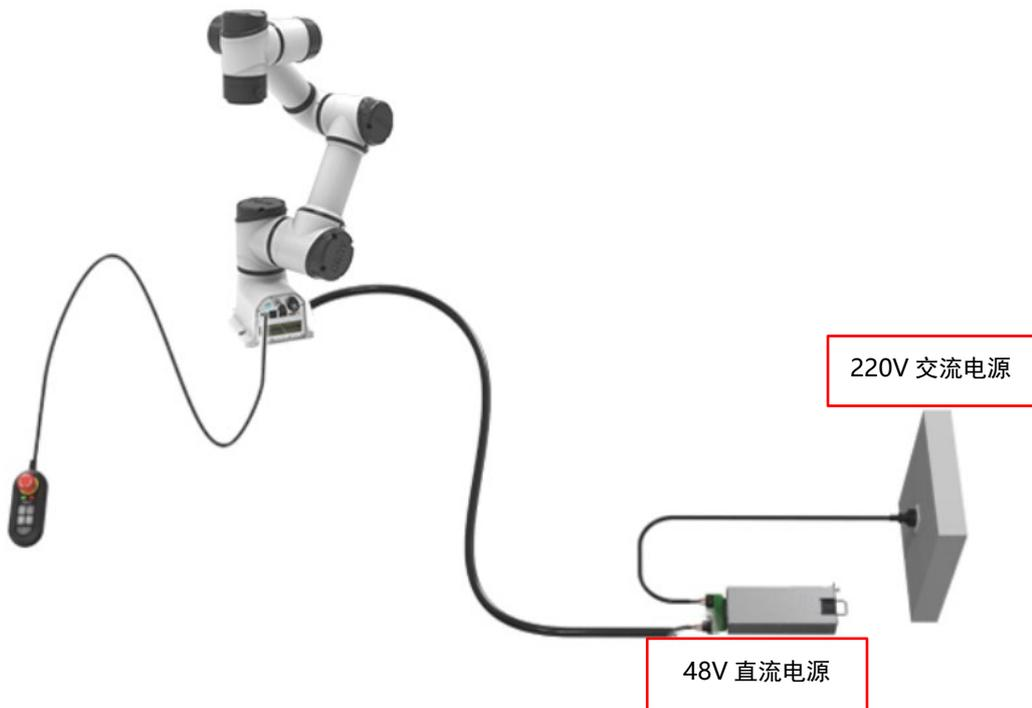

图 10-8 机器人系统连接示意图
4. 如上图 10-8 所示将电缆连接到对应的机器人、控制手柄及直流电源（具体连接说明及警示信息请参见 10.3 电缆的连接）。